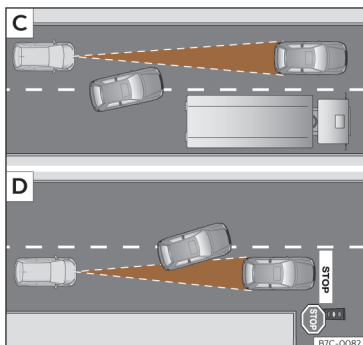

Fig. 129 [C] Changement de voie d'un véhicule. [D] Véhicule tournant et un autre arrêté.
- Véhicules changeant de voie pour aller sur la vôtre, à courte distance de votre véhicule >>> **fig. 129 [C]**.
L'ACC peut ne pas réagir face à des véhicules arrêtés. Par ex., si un véhicule détecté par l'ACC tourne ou se détache et que devant ce dernier se trouve un véhicule à l'arrêt, l'ACC ne réagira pas face à celui-ci >>> **fig. 129 [D]**.